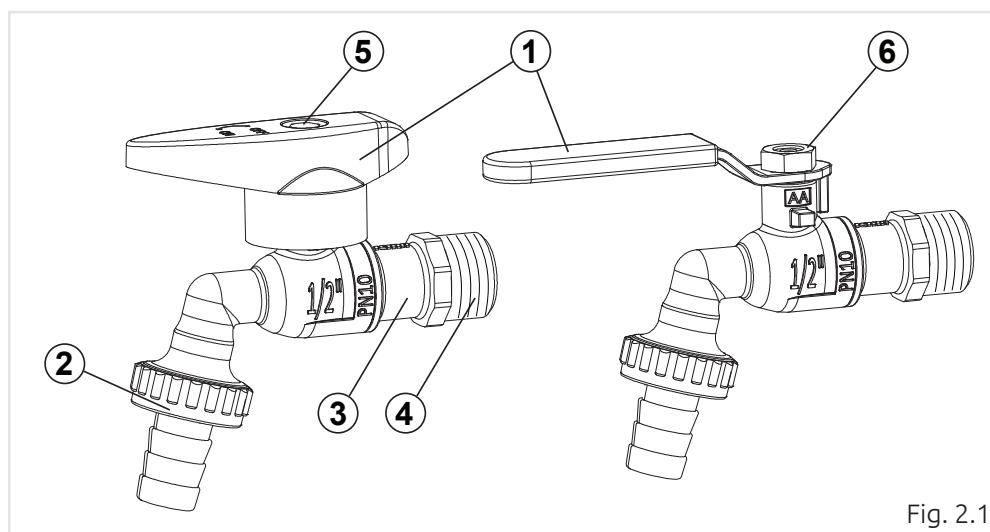

Fig. 2.1
Le robinet doit être installé avec la sphère en position ouverte et avec le système à l'arrêt ; s'assurer qu'il n'y a pas de pression à l'intérieur de la canalisation et que la température est la température ambiante. Le robinet est fourni en position ouverte, comme indiqué sur le levier (1) (fig. 2.1) la fermeture du robinet se fait dans le sens des aiguilles d'une montre lorsque l'on regarde le robinet de face par rapport à l'ensemble de raccordement du tuyau (2) (fig. 2.1), et l'ouverture dans le sens inverse des aiguilles d'une montre.
La fixation au système s'effectue au moyen du raccord fileté (4) (fig. 2.1) formé dans le manchon (3) (fig. 2.1) ; les filetages sont réalisés conformément aux normes internationales (type G, ISO 228) et, par conséquent, les raccords ou les tuyaux auxquels ils sont fixés doivent être conformes aux mêmes normes.
Pour faciliter l'étanchéité des joints, il est recommandé d'appliquer des produits d'étanchéité (par exemple des rubans en PTFE) sur le filet du manchon (4) (fig. 2.1) du robinet.
Le groupe raccord de tuyau s'est détaché et/ou n'est pas vissé correctement	Resserrer le groupe (2) (fig.2.1 → cap.2 Installation)